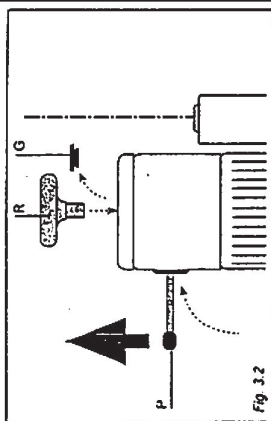

Fig. 3.2
- b) Sacar la palanquita de freno (P) alojada en el empunadura de transporte e introducirla a través de la ranura del lateral de la tapa del motor, en la horquilla del freno (Fig. 3.2).
- d) En caso de que la plataforma no comience el descenso por sí misma, es necesario darle un impulso inicial girando el volante (R) colocado en el eje del motor, del que previamente se habrá sacado el tapón de goma (G).
- e) La plataforma se detiene cuando se interrumpe la acción sobre la palanquita del freno (P).
- f) Una vez la plataforma en el suelo, retirar la palanquita (P) y el volante (R) y guardarlos en sus alojamientos respectivos. Igualmente volver a colocar el tapón de goma (G).